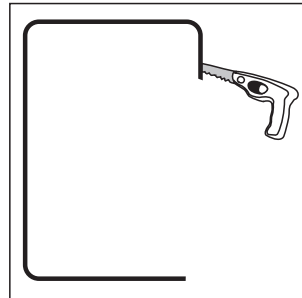

FIGURE 7
4. Carefully cut the hole with the appropriate cutting tool for your wall or ceiling material. Start the hole by drilling a hole on the inside of the tracing (with the drill bit touching the line). Use this hole to insert the saw or knife and begin cutting [Figure 7].
4. Pratiquez soigneusement l'embrasure avec l'outil approprié au matériau du mur ou du plafond. Commencez en faisant un trou à l'intérieur du traçage (la mèche touchant le traçage). Utilisez ce trou pour insérer la scie ou le couteau et commencer la coupe [Figure 7].